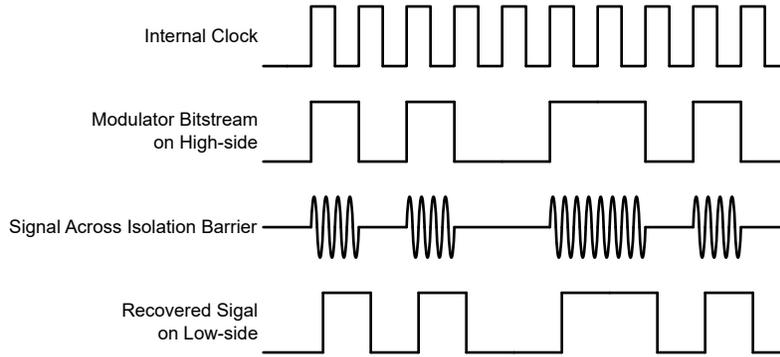

图 7-1. 基于 OOK 的调制方案
如图 7-1 中所示，AMC0381D-Q1 使用开关键控 (OOK) 调制方案跨过基于 SiO₂ 的隔离栅传输调制器输出位流。发送驱动器 (TX) 如 功能方框图 中所示。TX 跨过隔离栅发送一个内部生成的高频载波来表示数字一。而 TX 不发送信号则表示数字零。AMC0381D-Q1 内使用的载波标称频率为 480MHz。